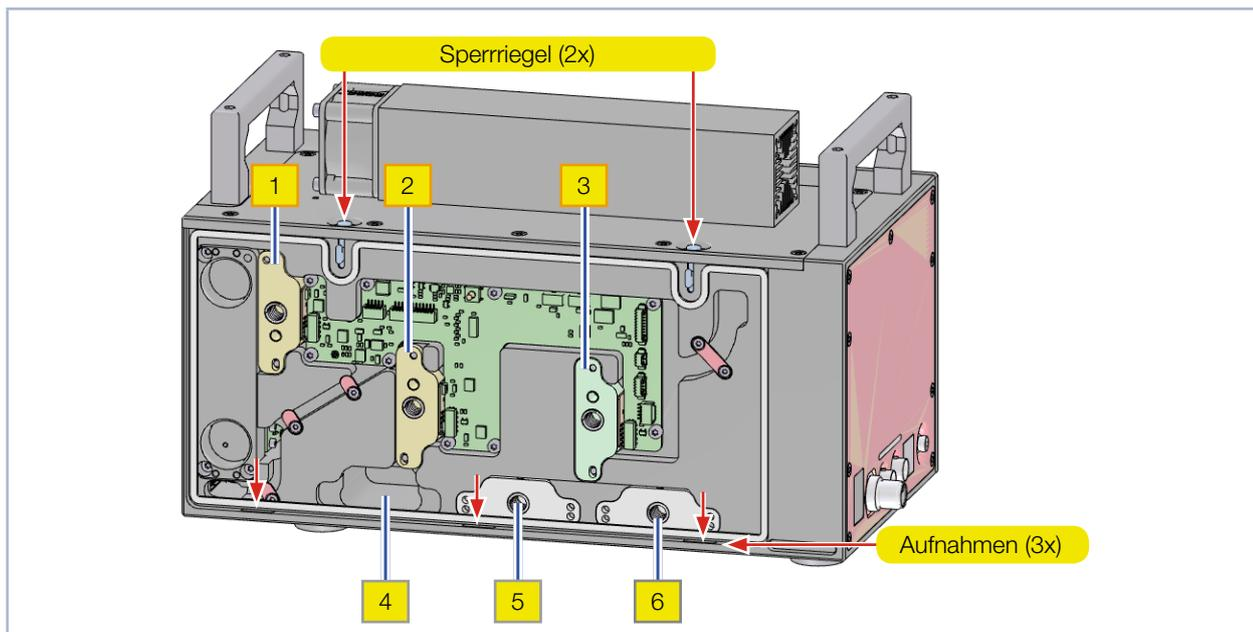

Abb. 11.1: Einschub-Positionen der optischen Komponenten
2. Drücken Sie die zwei Sperrriegel ein (siehe Abb. 11.1 auf Seite 32):
An drei Positionen können optische Komponenten in den Strahlengang des LaserQualityMonitor LQM+ eingeschoben werden (siehe Abb. 11.1 auf Seite 32, Positionen 1, 2, 3).
3. Setzen Sie die seitliche Gehäuseplatte in die Aufnahmen im Gehäuse (siehe Abb. 11.1 auf Seite 32).